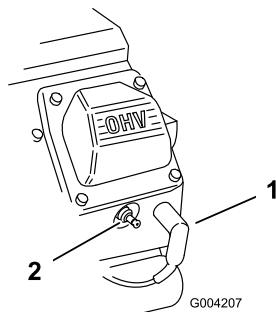

Figura 31
- Desconecte los cables de las bujías (Figura 31).
- Conecte los cables a las bujías (Figura 31).